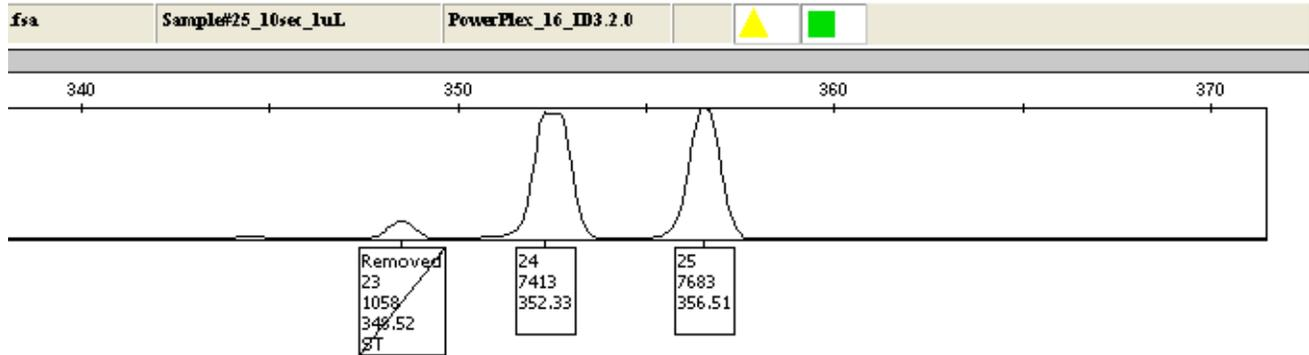

Figura 50. Ejemplo de una etiqueta de pico que fue borrado y se indicó que se trataba de un stutter.
7.17.26 Las ediciones de alelos se muestran en la Tabla de Genotipos (una X se coloca en la columna AE [Allele Edit]) y en el electroferograma. En el electroferograma, se muestra la asignación inicial del alelo (con un tachado virtual) y el comentario agregado a la etiqueta, como se muestra en la Figura 50.